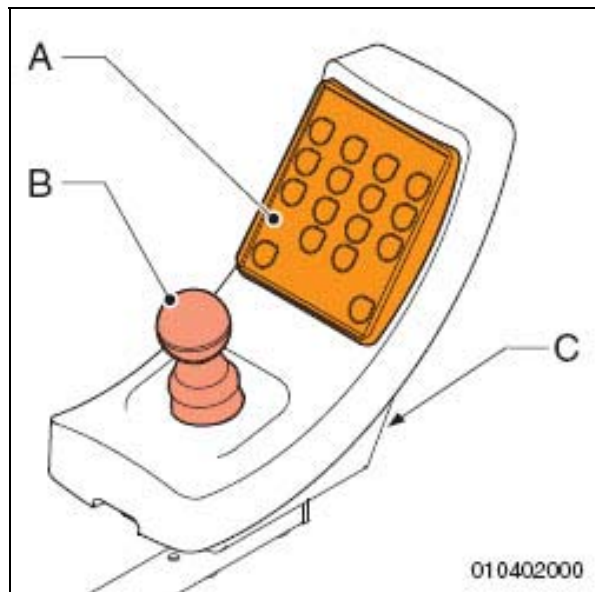

Bild 2.2
- Kontrollpanel (A på bild 2.2)
- Styrspak (B på bild 2.2)
- Uppladdningsanslutning (C på bild 2.2), se 'Ladda upp batterier'.